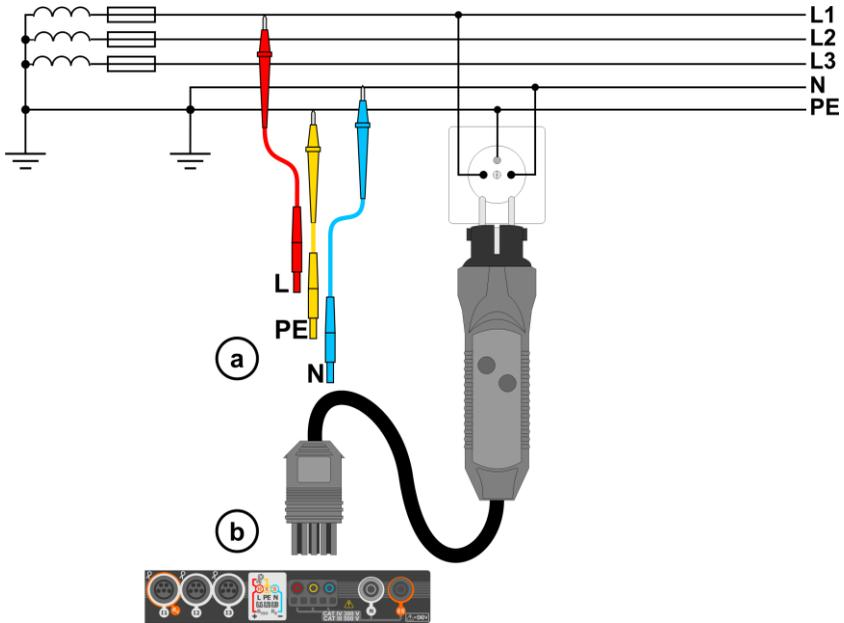

Fig. 3.1 Messung im L-PE Netz
- ① Schließen Sie die Messleitungen gemäß der Abbildung **Fig. 3.1** oder **Fig. 3.2** an